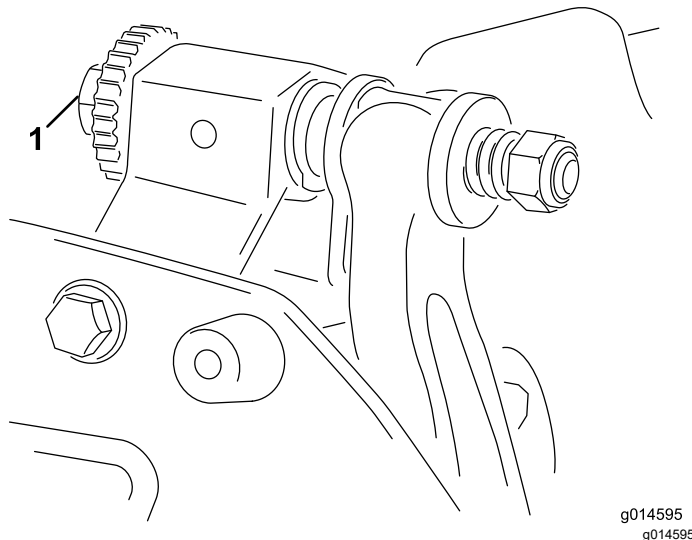

Рисунок 6
- А. Поворачивайте регулировочные винты неподвижного ножа по часовой стрелке (Рисунок 6) по одному щелчку за раз до тех пор, пока не
6. Поворачивайте правый регулировочный винт планки неподвижного ножа (Рисунок 6) до тех пор, пока не почувствуете легкое давление на регулировочной прокладке при перемещении ее из стороны в сторону. Удалите регулировочную прокладку.